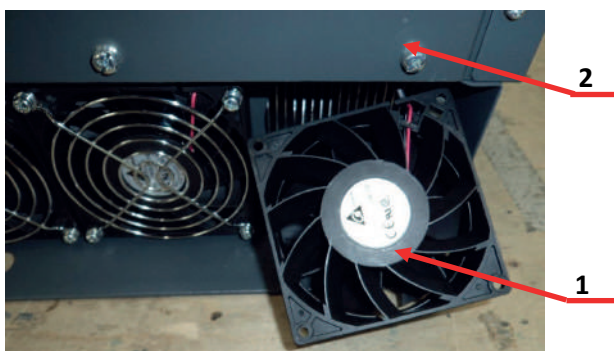

Рис.6.14
6.9.3. Извлечь вентилятор поз.1 из корпуса ПЧ поз.2 (рис.6.14). Для этого снять вентилятор с посадочного места и аккуратно потянуть его провод питания.